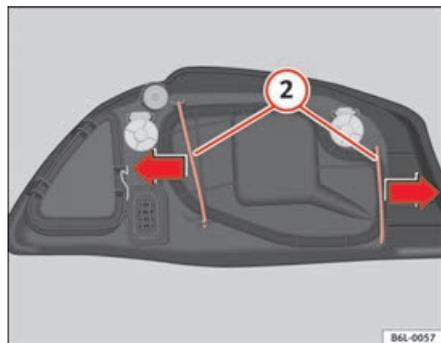

Fig. 151 Lâmpada da luz de médios
- Desloque os tirantes **2** ⇒ fig. 151 para fora, no sentido das setas e puxe a tampa.
- Coloque a tampa de plástico e coloque os tirantes **2** ⇒ fig. 151.